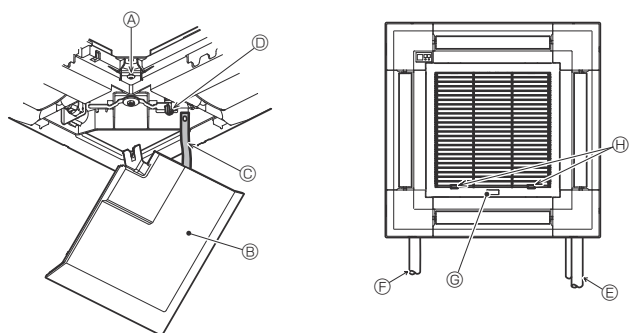

Fig. 9-11
9.5. Montere innsugningsgitteret (Fig. 9-11)